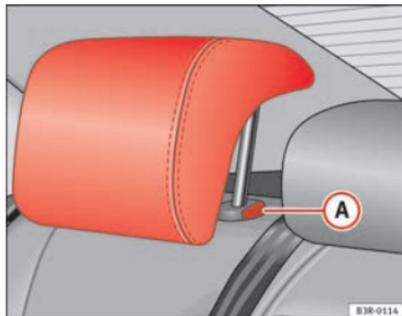

Fig. 5 Lugares laterais do banco traseiro: Encostos de cabeça
- Prima o botão **A** ⇒ fig. 5 e desça o encosto de cabeça.
- Prima o botão **A** ⇒ fig. 5 e, ao mesmo tempo, retire o encosto de cabeça.